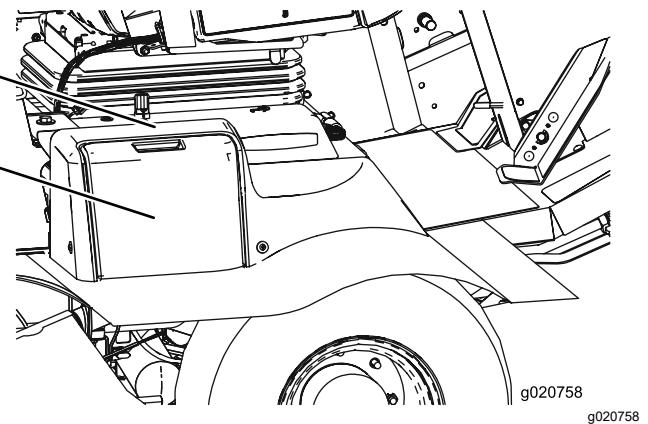

Figura 94
- Abra la tapa de la batería, situada en el lado de la cubierta (Figura 94).
Nota: Presione hacia abajo sobre la superficie plana situada encima de la tapa de la batería para facilitar la apertura de la tapa (Figura 94).